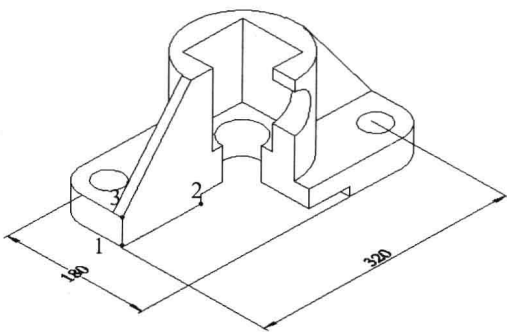

图 9-6-15
(23) 单击“视图”选项卡, 在 UCS 面板中单击“世界”按钮, 恢复世界坐标系。
(24) 单击“注释”选项卡, 在“标注”面板中单击“线性”按钮, 捕捉并单击组合体底边的端点, 标注出长度, 用同样的方法标注出宽度。
(25) 单击“视图”选项卡, 在 UCS 面板中单击“三点”按钮, 依次捕捉并单击端点 1、2、3, 创建新的用户坐标系, 三个端点的位置如图 9-6-15 所示。
(26) 单击“注释”选项卡, 在“标注”面板中单击“线性”按钮, 捕捉并单击底边